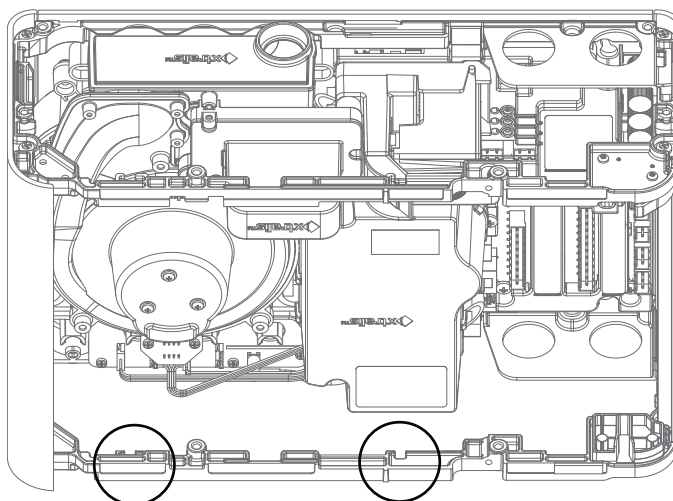

Figura 4-15: Vuelva a conectar las sujeciones en las posiciones con un círculo
8. Vuelva a conectar las sujeciones. Conéctelas en las ranuras que tienen un círculo en la Figura 4-15. Coloque las sujeciones en las ranuras y tire hacia arriba, como se muestra en la Figura 4-16.